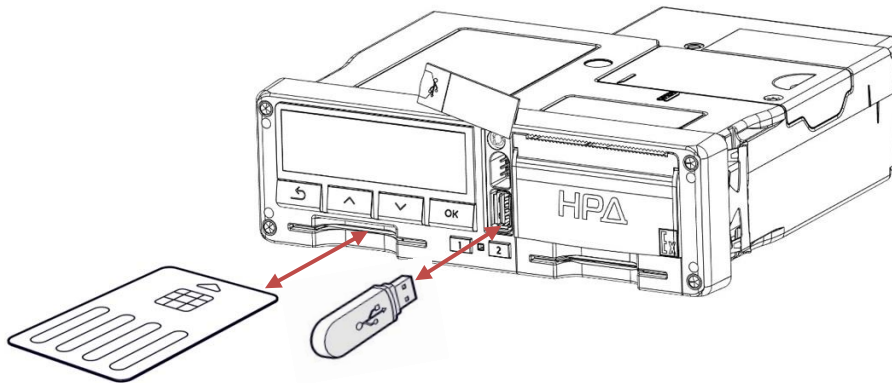

Рисунок 36. Выгрузка данных
- с помощью USB накопителя. Подключение USB накопителя к тахографу производится через USB разъем (см. Рисунок 36. Выгрузка данных). Для выгрузки «Архива карты» необходима сама карта водителя. Для выгрузки «Архив тахографа» должна быть установлена карта предприятия, контролера или мастерской, и введен ее PIN-код. Расшифровка информации, скопированной с тахографа, производится с помощью специализированного ПО (см. где скачать ПО на стр. 40).